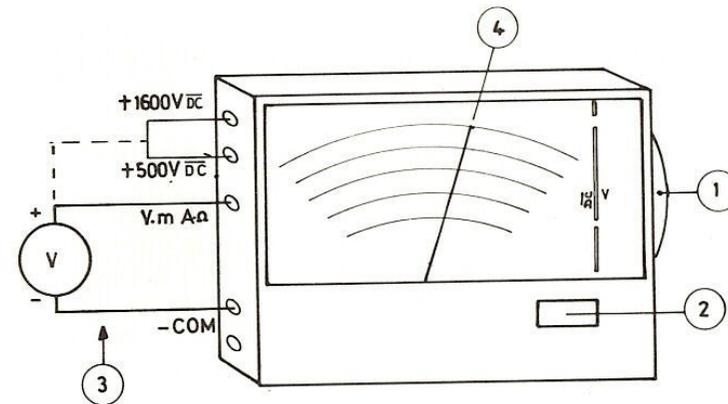

Fig. 1
- Agir sur le sélecteur latéral (1) pour afficher le calibre désiré dans la fenêtre (2).
- Respecter la polarité indiquée sur la figure 1 en branchant les cordons de mesure (3) :
- Lire la valeur mesurée (4) selon les instructions du tableau ci-après :
- Effectuer le branchement entre les douilles — COM et + 500 V $\overline{\text{DC}}$ (ou + 1 600 V $\overline{\text{DC}}$ selon le cas) comme indique en pointillé figure 1.